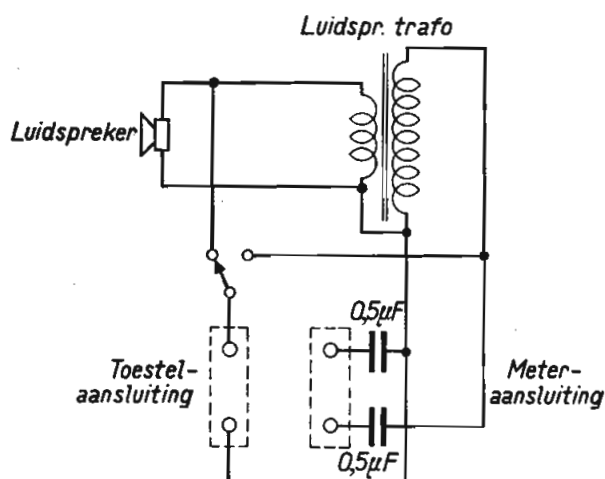

Fig. 2
5. Een luidspreker. Gebruikt men hierbij twee stel aansluitbussen en een schakelaar, verbonden volgens fig. 2, dan kan hij zowel op een radiotoestel met hoog-ohmige uitgang als op een met laag-ohmige uitgang worden aangesloten (linkse bussen). Een trimtransformator behoeft dan niet te worden gebruikt. Bij het trimmen wordt de outputmeter verbonden met het rechtse stel aansluitbussen.